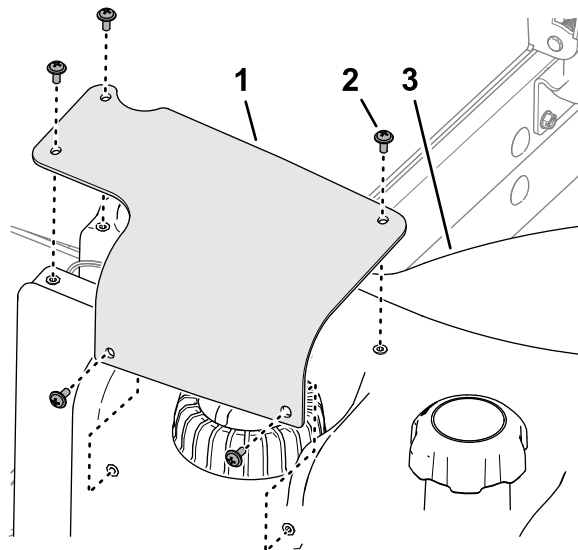

Рисунок 88
2. Отверните 5 винтов с крестообразным шлицем, которые крепят кожух датчика уровня топлива к топливному баку, и снимите кожух (Рисунок 88).